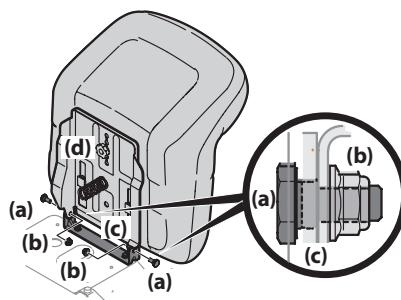

Figure 7
5. Positionnez le siège sur le support de montage en alignant les trous aménagés. Voir la Figure 7.
6. Fixez l'ensemble du siège avec les deux boulons à épaulement (a) et les contre-écrous (b) retirées précédemment. Voir la Figure 7.
NOTE : Assurez-vous que l'épaulement du boulon est entièrement encastré dans le support du siège avant de serrer le contre-écrou. Voir Figure 7.
7. Pour régler la position du siège, retirez le bouton de réglage (d) qui se trouve sous le siège. Faites glisser le siège vers l'avant ou vers l'arrière comme désiré. Resserrez le bouton de réglage. Voir Figure 7.